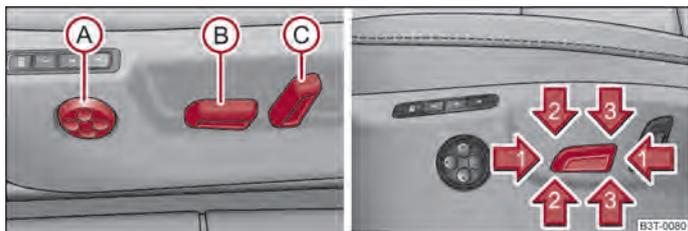

Abb. 57 Seitenansicht: Bedienelemente zum Sitz einstellen / Sitzeinstellschalter
- Drücken Sie den Schalter (B) ⇒ Abb. 57 nach vorn bzw. nach hinten in Pfeilrichtung (1).